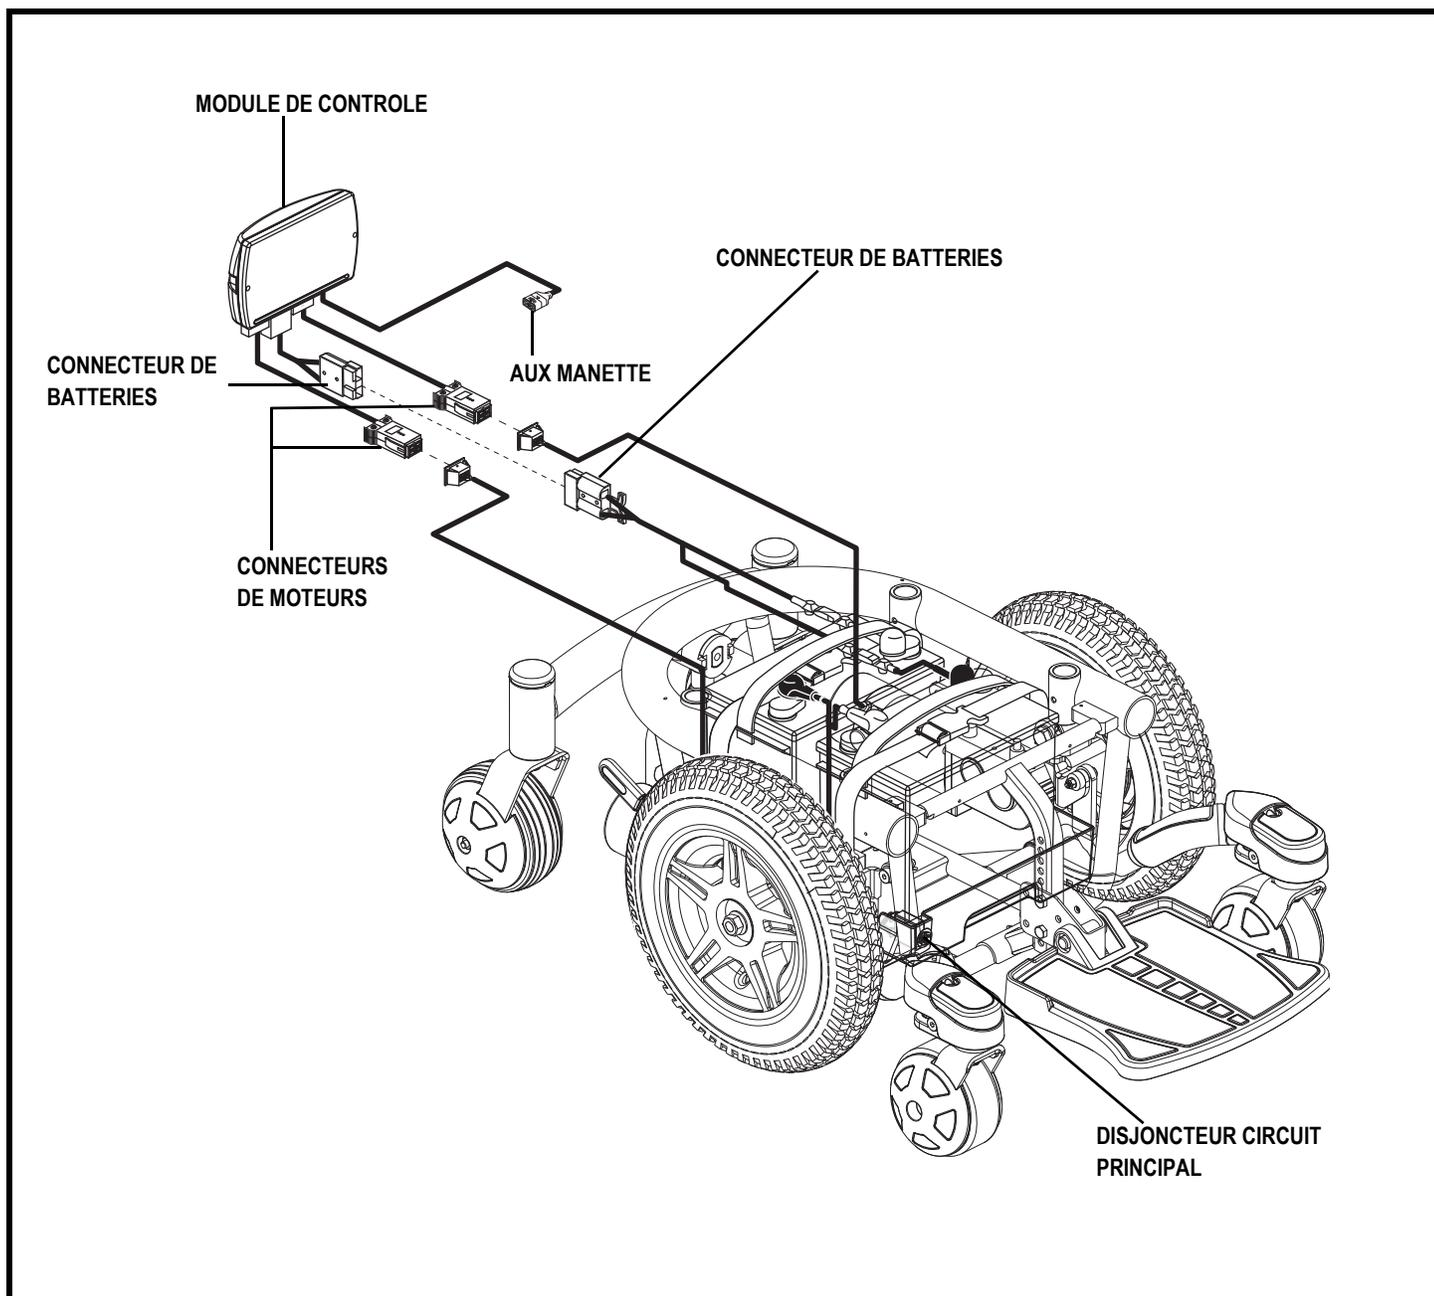

Figure 7. Composantes électroniques du Jazzy 600
Les composantes électriques sont placées à l'intérieur de la base motrice. Le disjoncteur principal est situé à l'avant du cabaret électronique. Les connexions pour le module de contrôle sont aussi placées à l'intérieur de la base motrice. **Voir la figure 7.**
8. Branchez le connecteur du contrôleur dans la base motorisée. Voir la figure 7.
3. Débranchez le/les connecteur(s) du contrôleur de la base motorisée. Voir la figure 7.